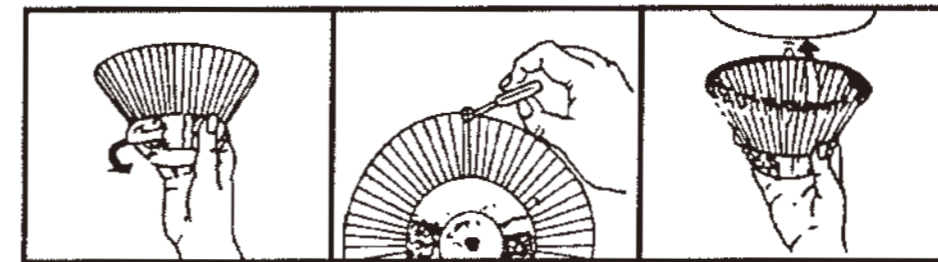

Fig. 22
- (b) Lors de l'installation du dispositif de protection, placez une oreillette du dispositif dans le trou arrière de la plaque centrale de support puis faites correspondre l'autre oreillette avec la rainure de l'autre côté de la plaque. Utilisez un tournevis plat pour visser les dispositifs sur la plaque.(Fig.22)